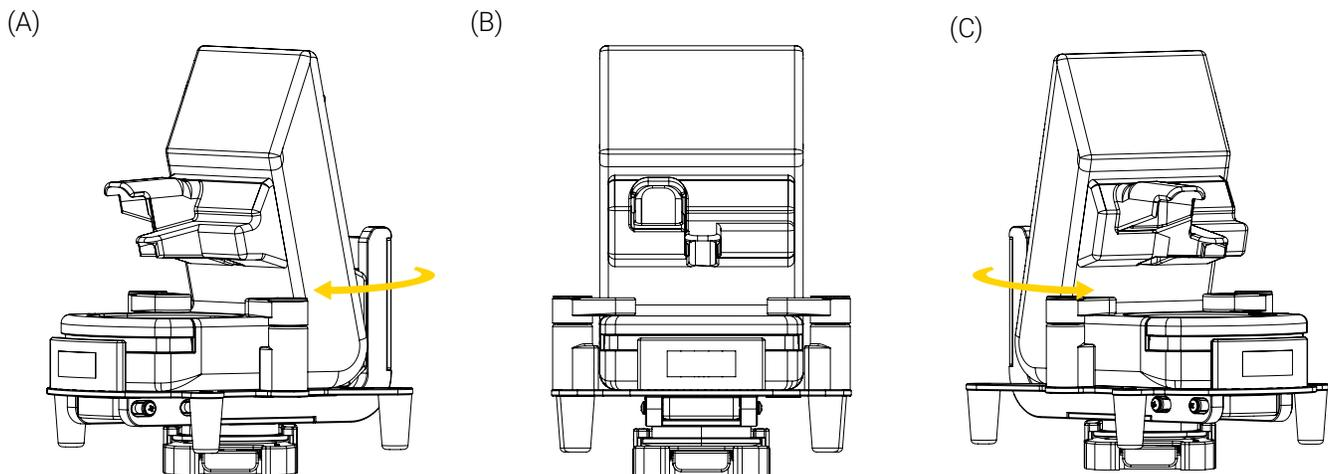

Figure 15: Fonctionnement du support de fixation avec micro disque inférieur
3. Pour un support de fixation avec micro disque inférieur, tourner le support dans le sens horaire ou dans le sens antihoraire, jusqu'à la position souhaitée (Figure 15).